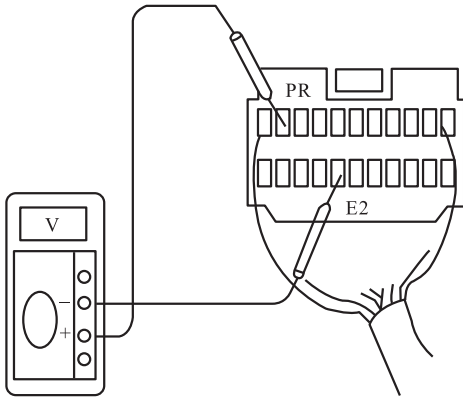

图 3-10 蓄压器压力传感器电源电压的测量
3) 关闭发动机，将点火开关旋到“ON”位置，用万用表测量 ECU 插接器端子 PR 与 E2 之间的电压，电压应为 5V，如图 3-10 所示。